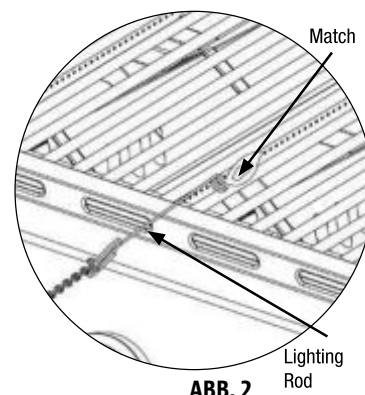

ABB. 2
8. Wenn der Zünder den Brenner nicht anzündet, verwenden Sie ein auf dem Zündstab (im Lieferumfang des Grills enthalten) befestigtes brennendes Streichholz, um Brenner zu entzünden. Greifen Sie über das Grillrost und die Kochplatten auf die Brenner zu. Positionieren Sie das brennende Streichholz in der Nähe der Seite des Brenners. **Abb. 2.**